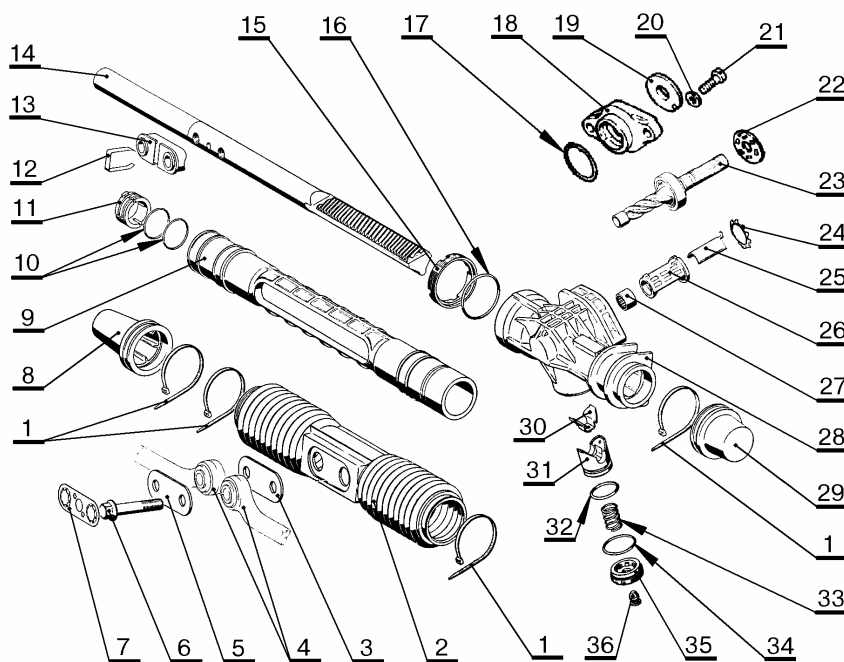

Рис.6. Детали рулевого механизма 2110-3400012:
- срезать хомуты 1, рис.6, крепления чехла рейки и защитных колпаков и снять защитные колпаки 8 и 29 (нож технологический);